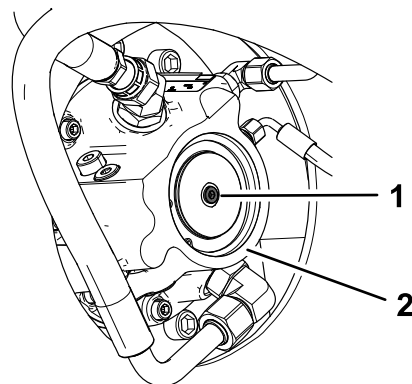

Figura 33
3. En cada motor de tracción, retire el tapón e instale un tornillo (M8-1.25 x 40 mm) y una arandela (M8 x 16 mm) en su lugar (Figura 33). Apriete las fijaciones a mano.